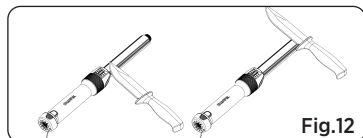

Fig.12
1. Tenez le manche avec l'aiguiseur en cuir orienté vers le haut. Placez la lame sur la surface de l'aiguiseur, en veillant à ce que le bord tranchant soit orienté vers le manche. Appliquez une légère pression et **PUSSEZ** la lame dans le sens **OPPOSÉ** à vous sur la longueur de l'aiguiseur - en commençant par le talon et en terminant par la pointe (Voir Fig. 12).